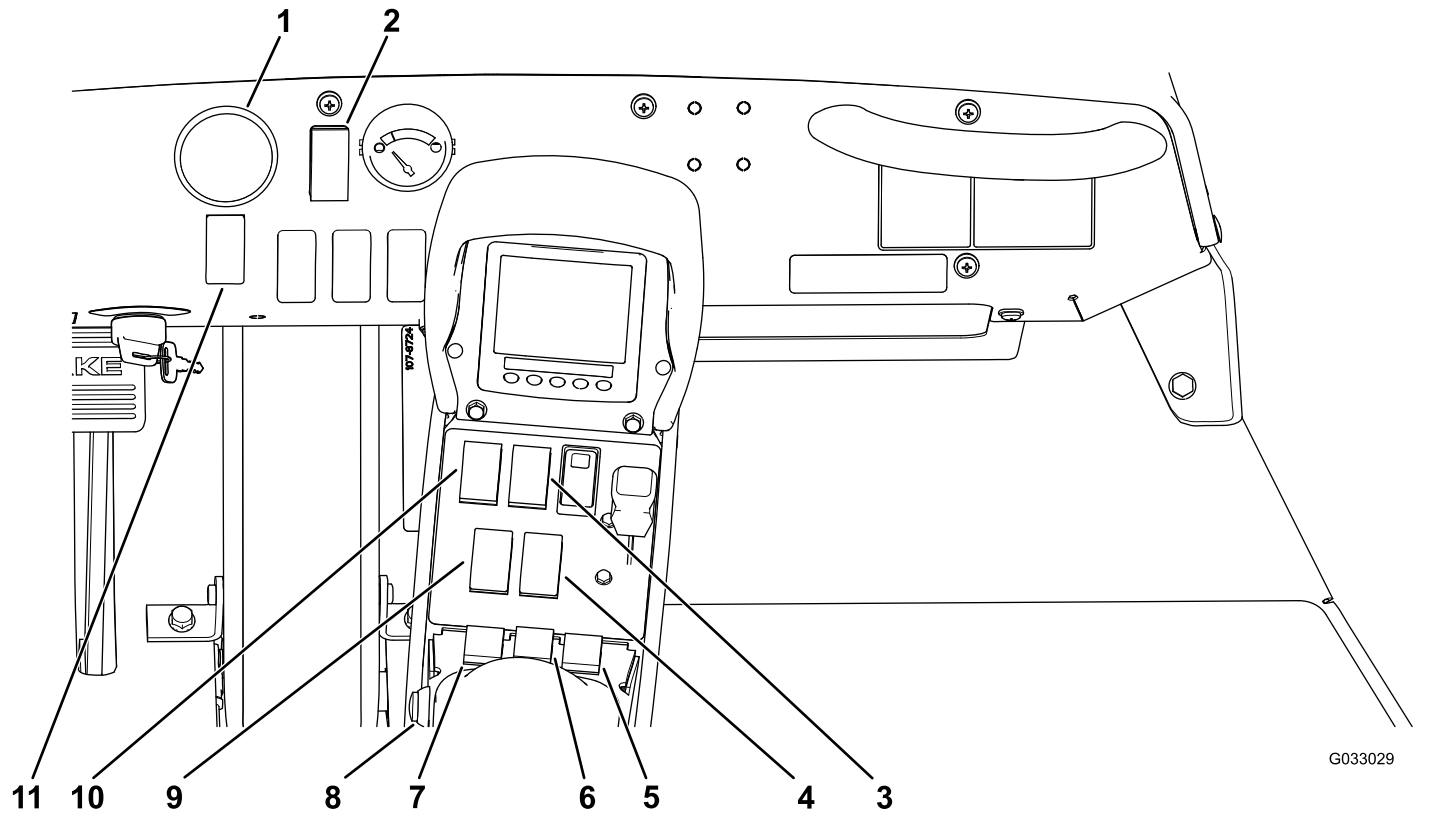
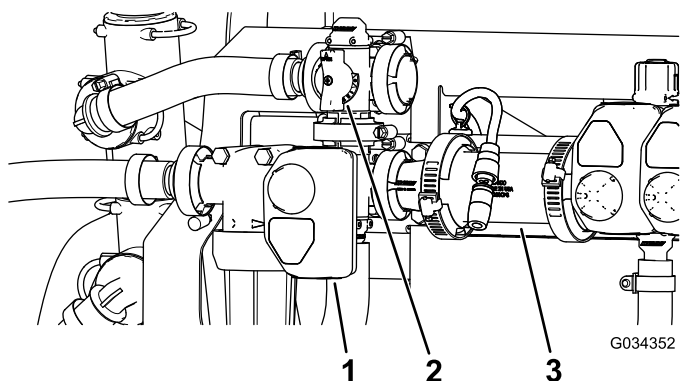

Figura 10
Figura 11
El interruptor del caudal de aplicación está situado en el salpicadero, a la derecha del volante (Figura 10). Pulse y mantenga pulsado el interruptor hacia adelante para aumentar el caudal o presión de aplicación, o púselo y manténgalo pulsado hacia atrás para reducir el caudal o presión de aplicación.
El manómetro (Figura 10) está situado en el salpicadero. Este indicador muestra la presión del fluido del sistema de fumigación en psi y kPa.
El interruptor maestro está situado en la consola central de la máquina. Le permite iniciar o detener la operación de fumigación. Accione el interruptor para activar o desactivar el sistema de fumigación (Figura 10).
Los interruptores de sección de brazo están situados en la consola central, en la parte delantera del reposabrazos (Figura 10). Mueva cada interruptor hacia adelante para activar el tramo de brazo correspondiente y hacia atrás para desactivarlo. Cuando el interruptor está en la posición de ACTIVADO (ON), aparece un ícono en el InfoCenter.
El interruptor de la bomba está situado en la consola central, a la derecha del asiento (Figura 10). Mueva este interruptor hacia adelante para poner en marcha la bomba, o hacia atrás para parar la bomba.
Los interruptores de elevar/bajar brazo están situados en la consola central, a la derecha del asiento y se utilizan para elevar o bajar los brazos izquierdo y derecho (Figura 10).
El interruptor de la bomba está situado en la consola central, a la derecha del asiento (Figura 10). Mueva este interruptor hacia adelante para activar la agitación en el depósito, o hacia atrás para detener la agitación. Cuando el interruptor está activado, se enciende la luz del interruptor. Para activar la agitación, es necesario encender la bomba del sistema de fumigación y poner en marcha el motor a una velocidad superior a la de bajo ralentí. La válvula de agitación está situada detrás del depósito (Figura 11).
La válvula de desvío de agitación redirige el caudal de fluido a la bomba del sistema de fumigación cuando se desactiva la agitación (Figura 11). La válvula de desvío de agitación está situada encima de la válvula de agitación. Puede ajustar la válvula de desvío para que la presión permanezca constante durante la activación o desactivación de la agitación; consulte Calibración de la válvula de desvío de agitación \(página 47\).
El medidor de caudal mide el caudal del fluido para su uso por parte del sistema InfoCenter (Figura 11).